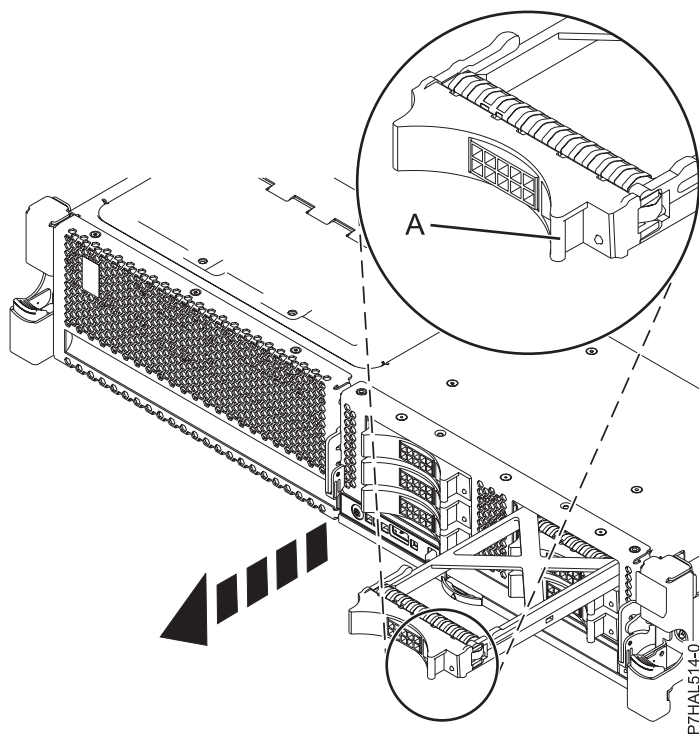

Figure 26. Retrait d'un obturateur d'unité de disque
3. Tenez la poignée de l'obturateur (**A**) et tirez l'obturateur d'unité de disque hors de l'emplacement, comme illustré dans la figure 26, à la page 44.